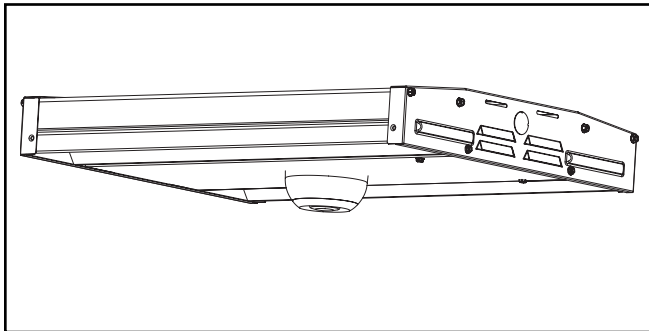

Figure 3.
3. Pour l'installer, insérez le détecteur et tournez dans le sens des aiguilles d'une montre jusqu'à ce que vous ressentiez un déclenchement. (Figure 3.)